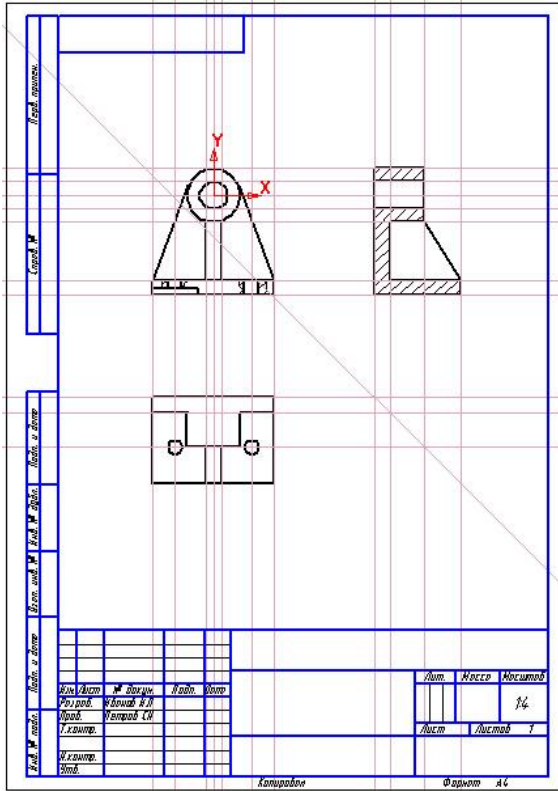
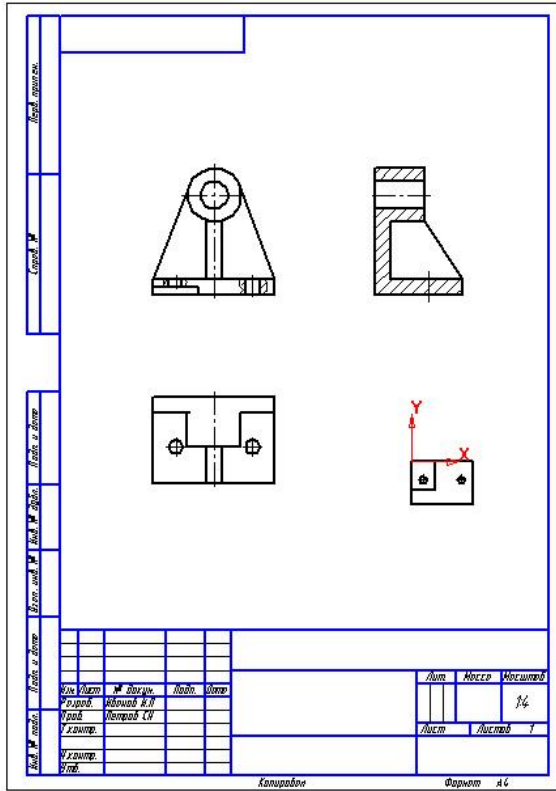

Рис. 3
Рис. 4
3. Выбираем **«виды»** чертежа. В данном случае достаточно двух **«видов»**: первый будет содержать три проекции – фронтальную, профильную и горизонтальную (вид сверху), которые построим в одинаковом масштабе 1:4 (**рис. 3**); второй **«вид»** будет состоять из одной проекции – вида снизу «А», построенного в масштабе 1:10 (**рис. 4**).
4. Создадим первый **«вид»** – **«вид 1»** (см. раздел 5.1.2) (**рис. 3**).
7. Создадим второй **«вид»** – **«вид 2»** (см. раздел 5.1.2) (**рис. 4**).